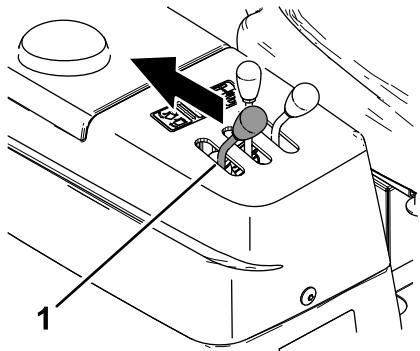

Figura 49
- Pida a otra persona que tire hacia atrás y sostenga la palanca de volcado de la tolva (Figura 49).